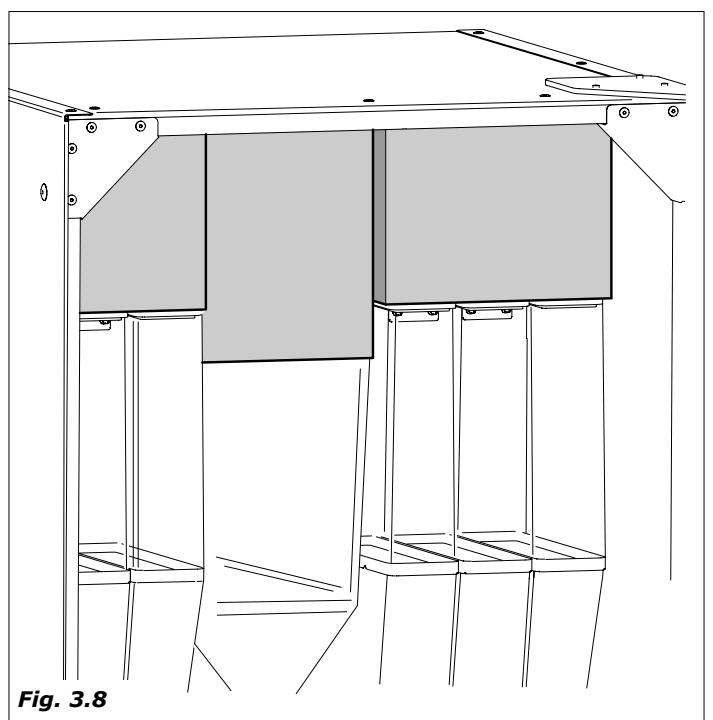

Fig. 3.8
- quitar el porestán que bloquea los contenedores de producto (Fig.3.8)